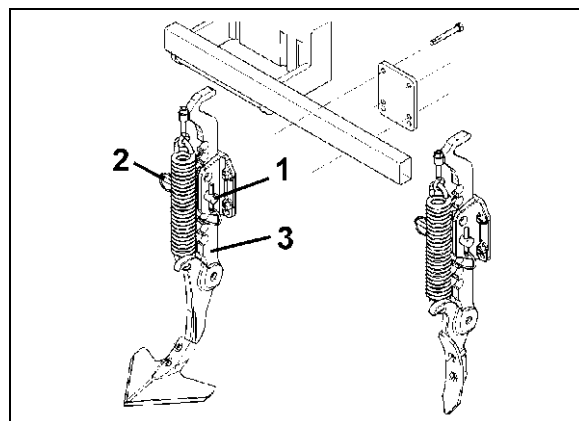

図 29
3. 作業深さを調整するため、ピン（図 29/1）を跡消しティンの歯（図 29/3）の適当な位置に挿しかえ、リンチピン（図 29/2）で固定します。